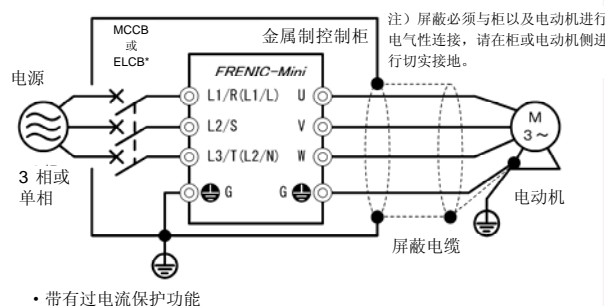

图 11.5 柜内设置方法
- 4) 超过辐射噪音标准时，如图 11.5 所示，请将变频器以及周边设备设置在金属制的柜内。